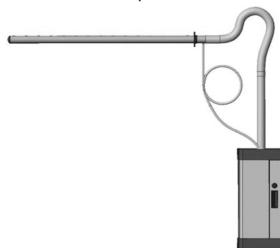
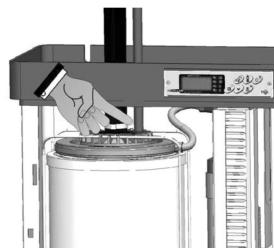

рис. 44
рис. 45
2. Если парораспределитель устанавливается выше пароувлажнителя и паровая трасса имеет сифонообразные изгибы [например, рис. 44], необходимо установить устройство возврата конденсата. Это специальный шланг, присоединяемый к соответствующему патрубку на цилиндре, который возвращает конденсат прямо в цилиндр пароувлажнителя [рис. 45] или сливает его в дренаж. Возврат конденсата производится по специальному шлангу UMITUBODN10, присоединяющемуся к патрубку диаметром 10 мм. На шланге возврата конденсата необходимо выполнить сифон – полный оборот минимальным диаметром 200 мм. Сифон должен быть наполнен водой при установке. Это предотвратит выход пара из шланга возврата конденсата [рис. 44].